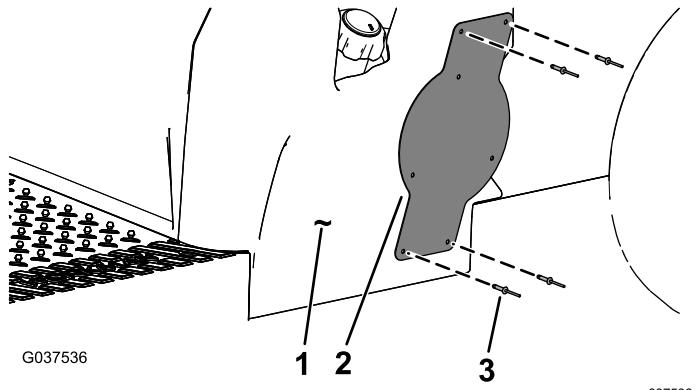

図 11
7. 座席ベースの側面にプレート取り付けブラケットを取り付けるポップリベット $3/16 \times 15/16"$ 4本で**図 11**のように取り付ける。